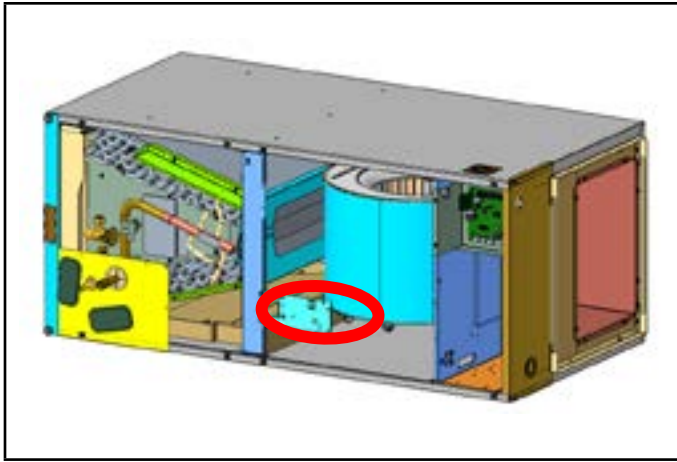

FIGURA 9
- 3 - Una vez retirados los paneles de la unidad de manejo de aire, instale el conjunto del soporte del sensor en la unidad alineando los orificios en el soporte central, como se muestra en la FIGURA 9. Nota: El sensor debe estar orientado hacia el interior de la unidad.